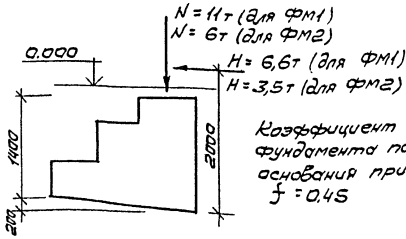

Рис. 2
5. Разработать фундаменты для опор рам по осям А и В с учетом конкретного коэффициента трения подошвы фундамента по грунту основания и по схеме нагрузок на этот фундамент (см. рис. 2) с соблюдением требований пункта 4. При коэффициенте трения $f < 0,45$, при привязке проекта, возможно решение с беспрепятцем распора рамы (Н) стальными затяжками, защищенными от коррозии, и с пересчетом площади подошвы и объема фундаментов.